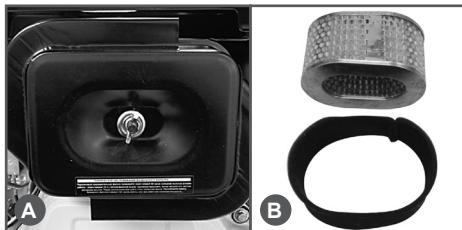

Рис. 17 Воздушный фильтр
1. Открутите барабанную гайку и снимите крышку воздушного фильтра (Рис.17А).
Воздушный фильтр состоит из двух фильтрующих элементов (Рис.17В):